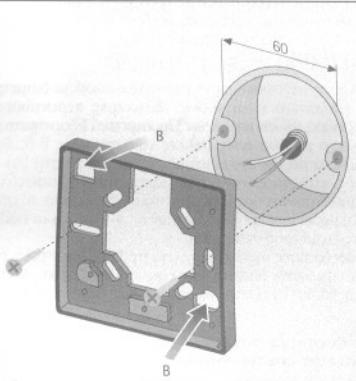

fig.7 - EIK.7
A) In caso di installazione su scatola tonda interasse 60mm, su superficie non perfettamente piana o in altri casi particolari, utilizzare l'accessorio sottobase [vedere capitolo "Accessori a richiesta"]. Fissarlo mediante una coppia di fori ad eccezione di B-B, previsti per il termostato. (fig.7)
A) In case the thermostat shall be installed either in a round built-in box (having distance between centres equal to 60mm), or on an uneven wall surface or in other particular locations, it is recommended to use a sub-base fitting (see paragraph "Optional Accessories"). Fix the fitting to the wall through two holes other than the ones marked as B-B, which are exclusively provided for the thermostat installation. (fig.7)